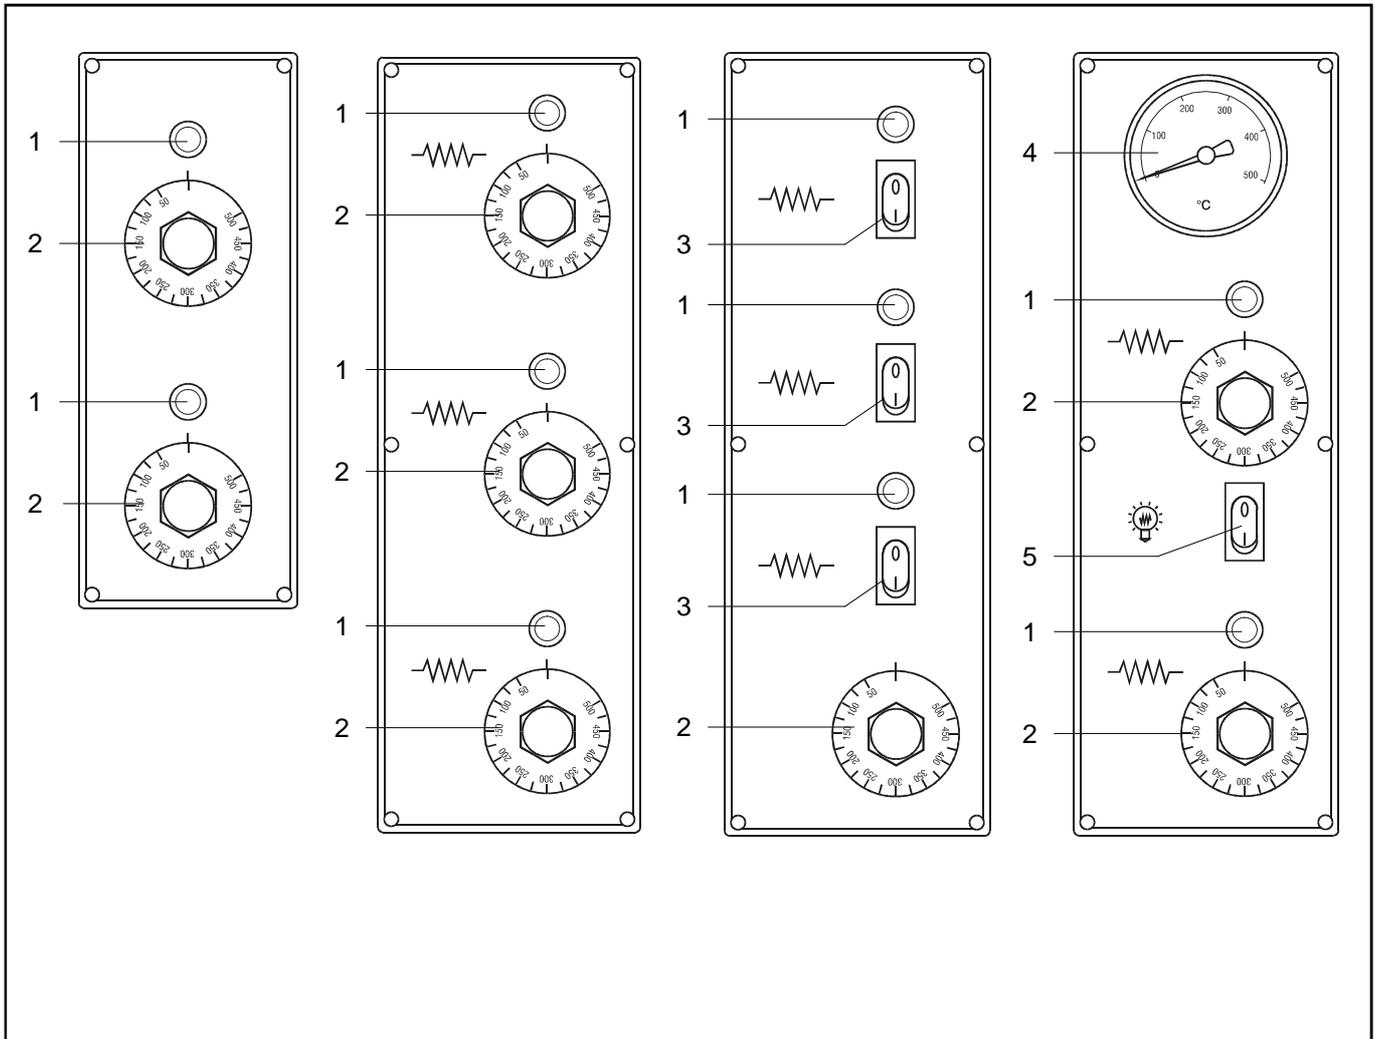

FIG.7 (Panel de mandos)
El panel de mandos está instalado en el lado delantero del horno y se diferencia según los modelos como indicado en **FIG.7**.
LEGENDA FIG.7
- 3) Activar el funcionamiento de las resistencias llevando los termostatos (**FIG.7-Ref.2**) a la temperatura de **150 °C** indicada en la manija; Solo para el mod. **MINI** llevar en **pos. "I"** el interruptor resistencia (**FIG.7-Ref.3**). Se encienden las respectivas lámparas luminosas verdes que indican el funcionamiento de las resistencias en uso;
- 5) Desactivar el funcionamiento de las resistencias llevando los termostatos (**FIG.7-Ref.2**) en **pos. "0"**;
Solo para el mod. **MINI** llevar en **pos. "0"** el interruptor resistencia (**FIG.7-Ref.3**).
- 7) Cerrar la puerta y repetir la operación descrita al punto **3**) llevando los termóstatos (**FIG.7-Ref.2**) a la temperatura de **400 °C** indicada en la manija;
- 9) Desactivar el funcionamiento de las resistencias llevando los termóstatos (**FIG.7-Ref.2**) en **pos. "0"**;
Solo para el mod. **MINI** llevar en **pos. "0"** el interruptor resistencia (**FIG.7-Ref.3**). Se apagan las respectivas lámparas luminosas verdes;
- 3) Activar el funcionamiento de las resistencias llevando los termóstatos (**FIG.7-Ref.2**) a la temperatura deseada indicada en la manija; Solo para el mod. **MINI** llevar en **pos. "I"** el interruptor resistencia (**FIG.7-Ref.3**). Se encienden las respectivas lámparas luminosas verdes que indican el funcionamiento de las resistencias en uso;
- 4) Una vez que el horno ha alcanzado la temperatura deseada (ver punto **9**) del presente párrafo), visible en el termómetro (**FIG.7-Ref.4**) es posible introducir en el horno la pizza para la cocción;
- 6) Para iluminar el interior de la cámara de cocción pulsar el interruptor lámpara horno (**FIG.7-Ref.5**);
- 1) 1) Apagar el horno llevando en la **pos."0"** los termostatos (**FIG.7-Ref.2**) y los interruptores resistencia (**FIG.7**